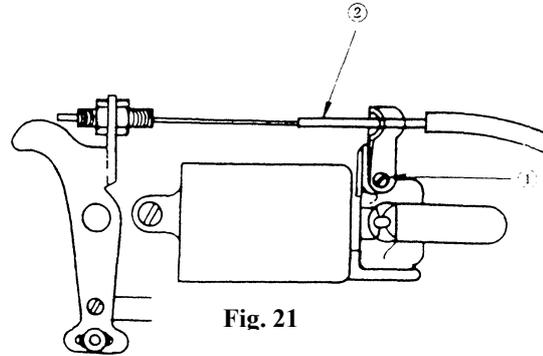

Fig. 21
- ① Para aumentar el deslizamiento, afloje el tornillo ① (Fig. 21), y mueva hacia la derecha el cable regulador de tensión ②.
- ② Para disminuir el deslizamiento, afloje el tornillo ①, y mueva hacia la izquierda el cable de regulación de tensión ②. Apriete el tornillo después de realizar el ajuste.